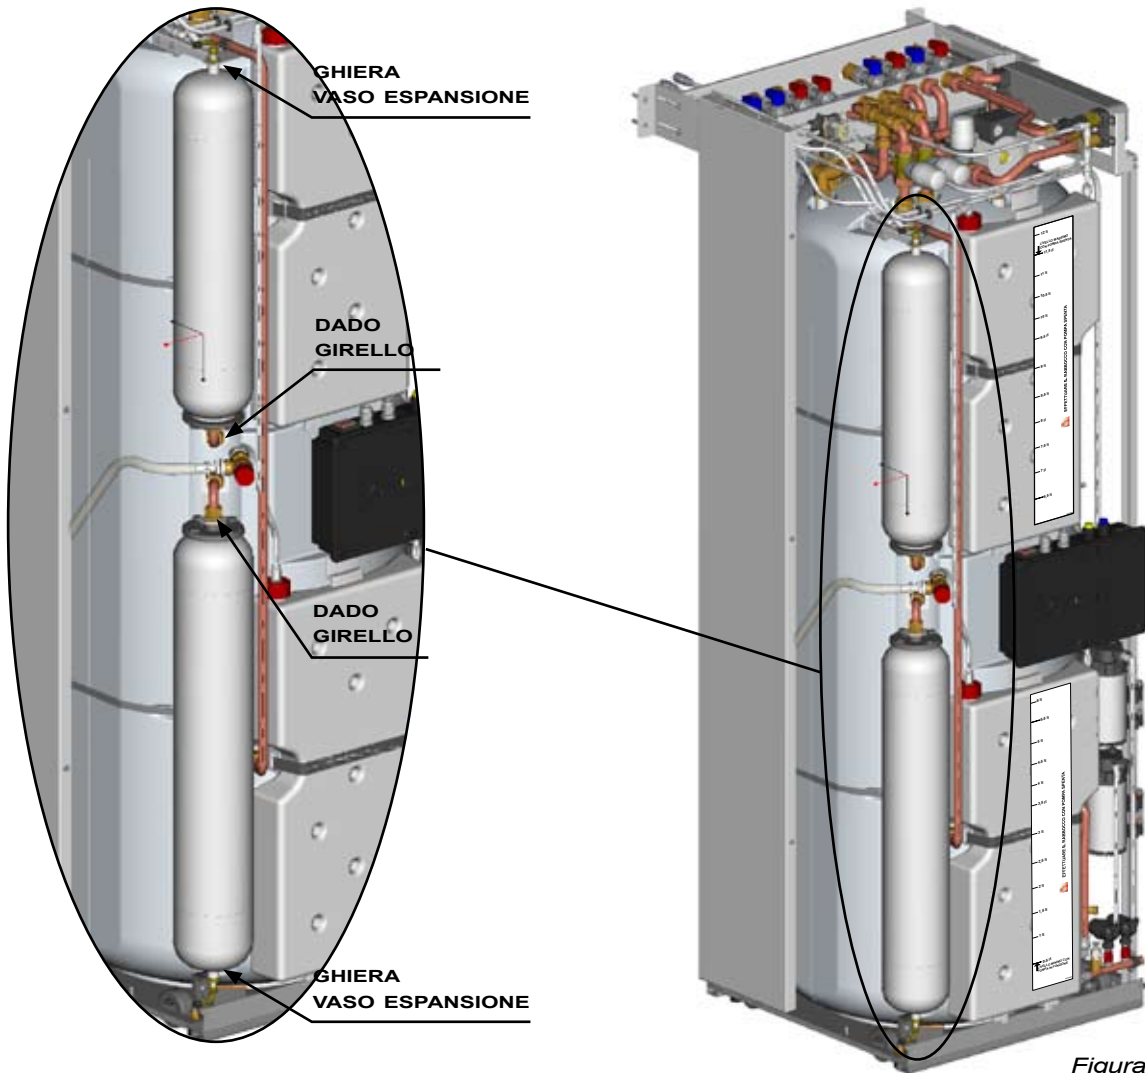

Figura 32
- 2) Allentare la ghiera dei vasi espansione (figura 32).
- 3) Allentare i dadi girello del gruppo 3 vie (figura 32).